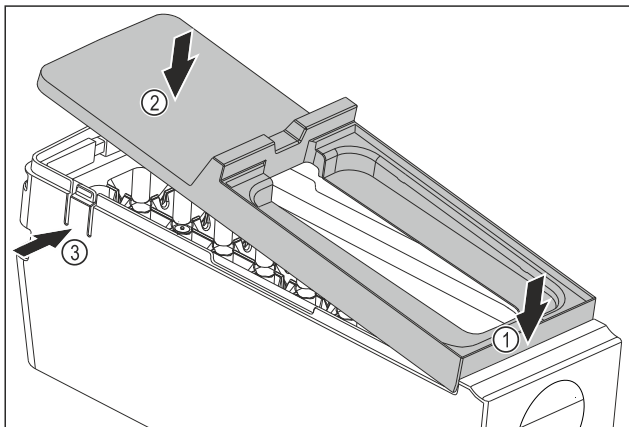

Fig. 186
- ▶ Montirajte poklopac tijela sustava EasyTwist-Ice: Postavite poklopac srijeda. Fig. 186 (1)
- ▶ Spustite poklopac straga. Fig. 186 (2)
- ▷ Poklopac će se čujno uglaviti u oba jezička Fig. 186 (3).